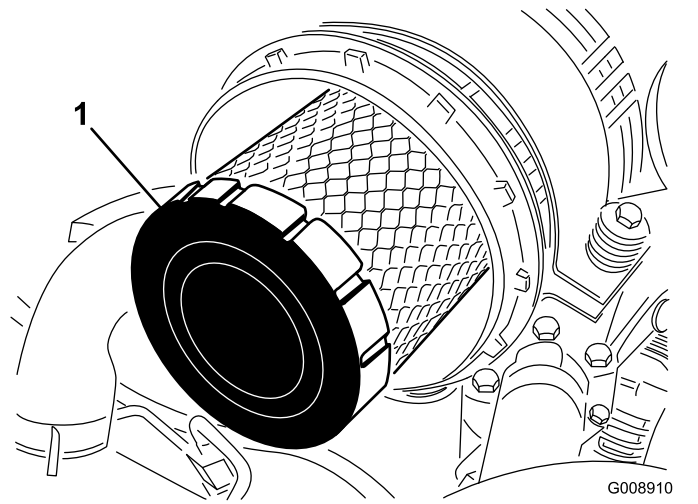

Figure 62
4. Déposez et remplacez le préfiltre (Figure 62).